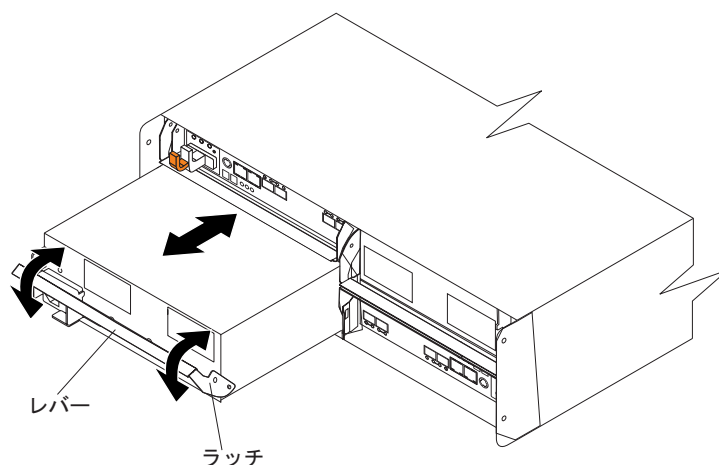

図 21. 電源機構およびファン・ユニットの再取り付け
1. 電源機構およびファン・ユニットをスライドさせてストレージ・サブシステムに入れます。電源機構およびファン・ユニットを再取り付けするために、図 21 で示すように各電源機構およびファン・ユニットのレバーがストレージ・サブシステムの内側に向かって開かれていることを確認してください。無理に差し込まないでください。電源機構およびファン・ユニットは、シャーシに正しく差し込まれるように設計されています。
**重要:** 図 21 に示すように、電源機構およびファン・ユニットをスライドさせてストレージ・サブシステムに入れる際、レバーがまっすぐ引き出されていることを確認してください。左右の電源機構およびファン・ユニットは、DS3950 シャーシ内部で反対の方向に取り付けられます。電源機構およびファン・ユニットを電源機構およびファン・ユニットのベイに完全に挿入できない場合は、電源機構ファンを 180° 反転させて再度挿入してください。